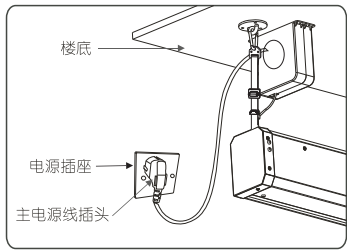

图 15
9. 将主电源线另一端插头插入电源插座，使银幕接通电源（如图15）。